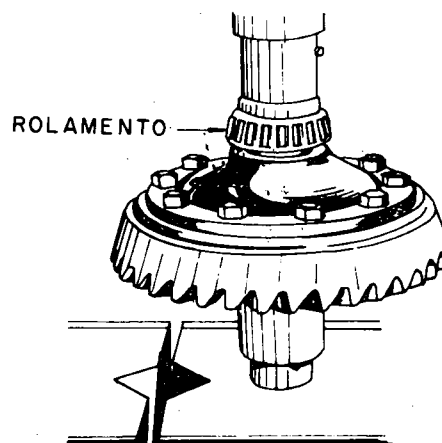

Fig. 4
- c Monte os rolamentos laterais da caixa (fig. 4).